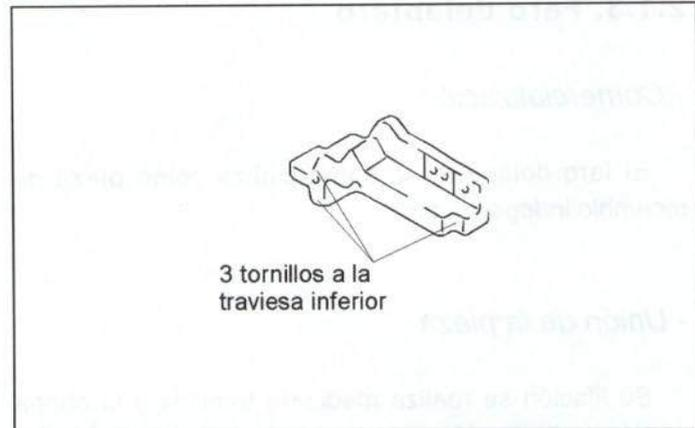

Figura 19.- Unión de la traviesa superior
Se encuentra atornillada, como se muestra en la figura 19.
- Traviesa superior (figura 19).